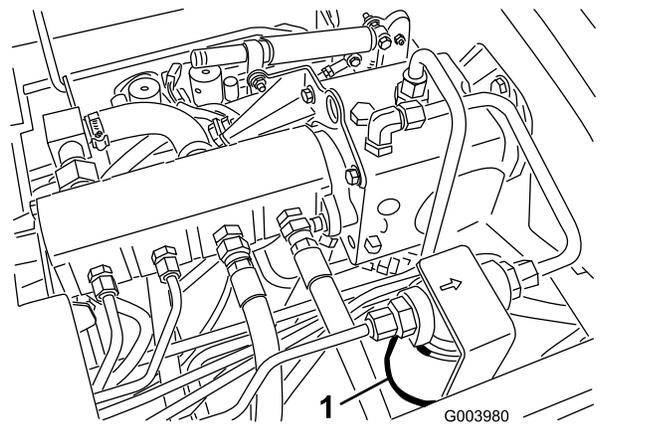
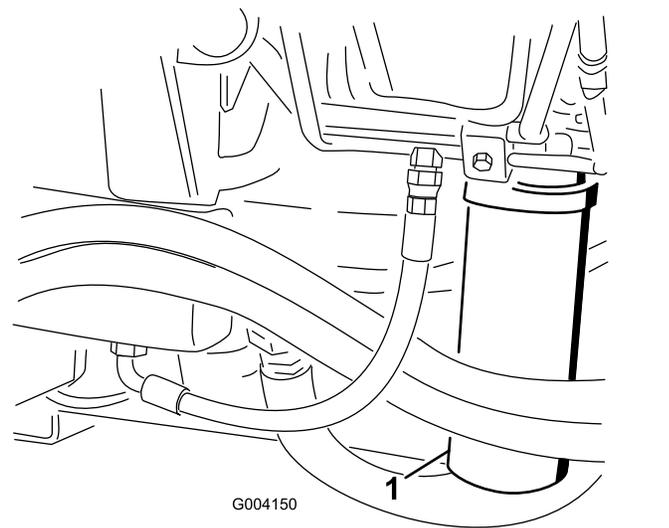

Bild 70
Bild 71
2. Reinigen Sie den Bereich um den Filterbefestigungsbereich und stellen eine Auffangwanne unter den Filter (Bild 70) und (Bild 71).